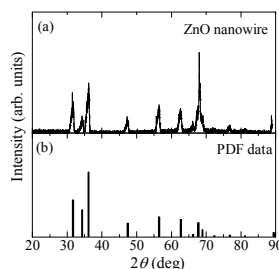
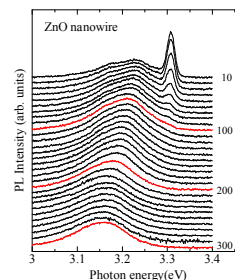

図 3 XRD 測定結果
図 4 PL 測定結果
この綿状の物質が ZnO であることを確かめるために、XRD 測定を行った結果を図 3 に示す。測定した回折ピークは PDF データと一致しており、確かに ZnO であることが確認できた。フォトルミネッセンス (PL) 測定を行った結果を図 4 に示す。10 K のスペクトルにおいて、3.31 eV に束縛励起子による発光が観測されている。一方、3.23 eV と 3.18 eV に DAP 発光と考えられるブロードなピークが観測された。